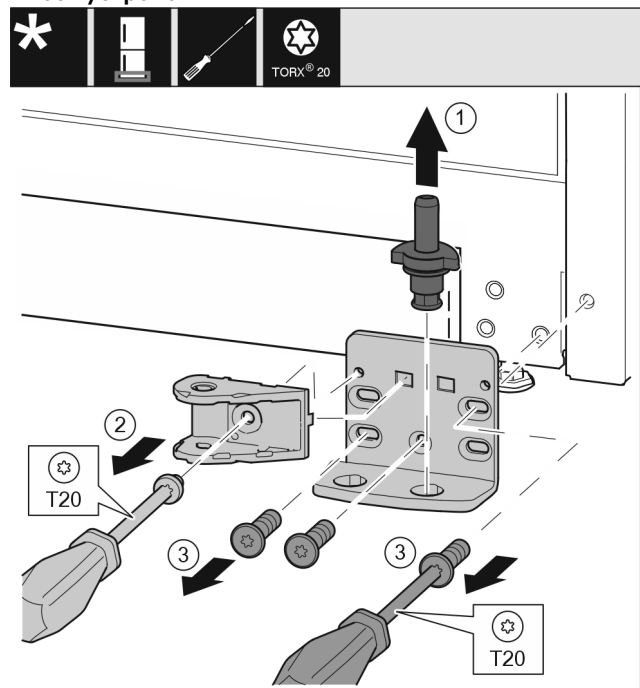

Fig. 34 \*
- ▶ Опорный палец полностью извлеките движением вверх. Fig. 34 (1)\*
- ▶ Открутите винт отверткой T20 и снимите соединительный элемент амортизатора. Fig. 34 (2)\*
- ▶ Открутите винты отверткой T20 и снимите опорный кронштейн. Fig. 34 (3)\*